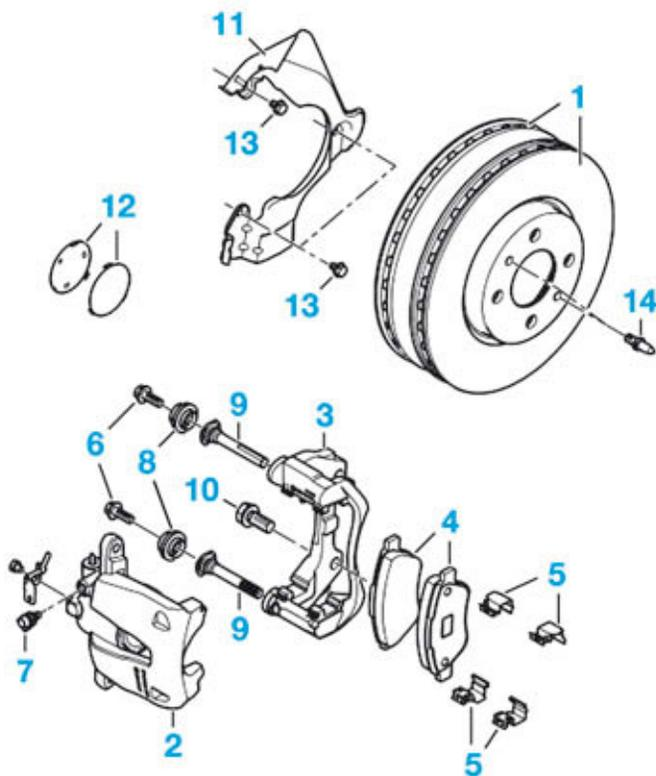

FIG.7
- le support d'étrier (1) (Fig.7),
- les vis (2),
- le disque (3).